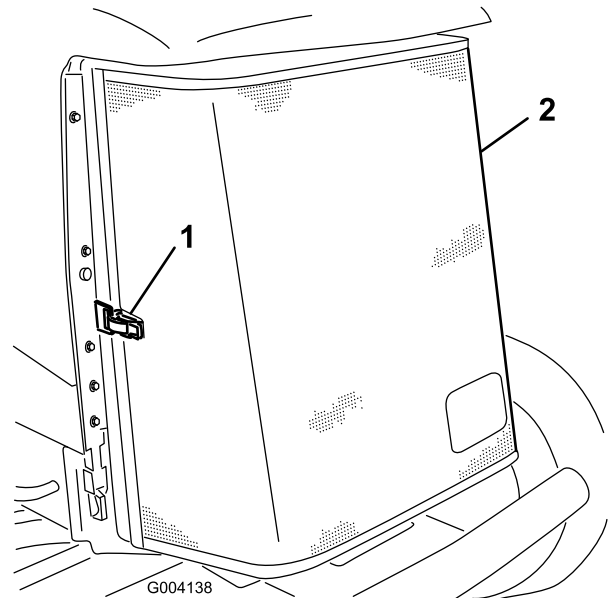

Figura 136
3. Desprenda a braçadeira e articule para abrir o painel traseiro (Figura 136).